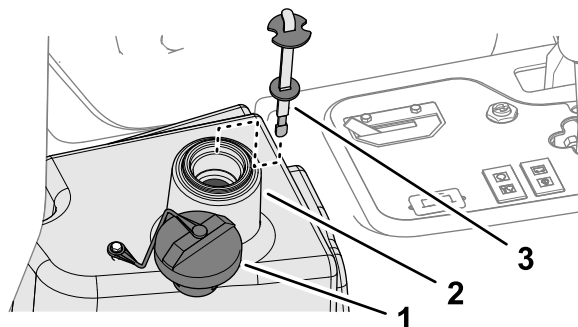

Bild 84
2. Reinigen Sie den Bereich um den Füllstutzen und den Deckel des Hydraulikbehälters (Bild 84) und nehmen Sie den Deckel ab.